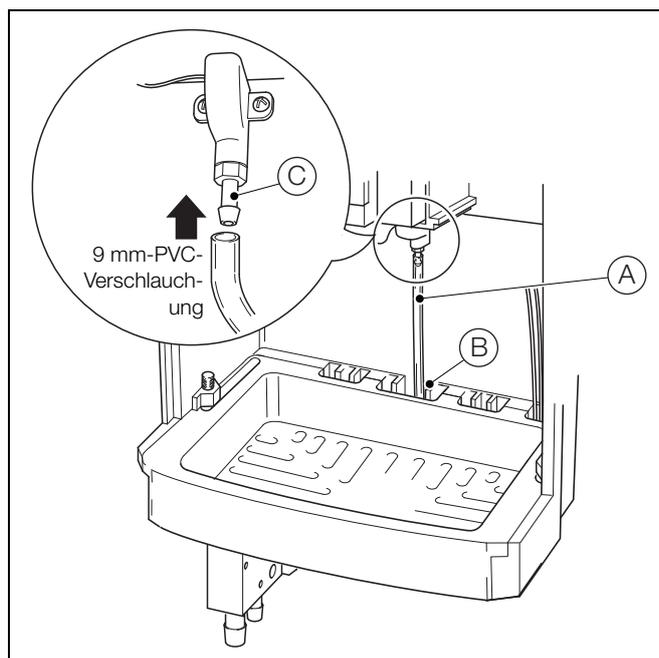

Abb. 4.13 Anschließen des Kontaminationsablaufschlauchs
Wenn ein alternativer Kontaminationsablaufschlauch verwendet wird, siehe Abb. 4.13. Verlegen Sie den Kontaminationsablaufschlauch (A) nach oben durch den mittleren Kanal (B) und schließen Sie ihn an den Kontaminationsablaufsammler (C) an.